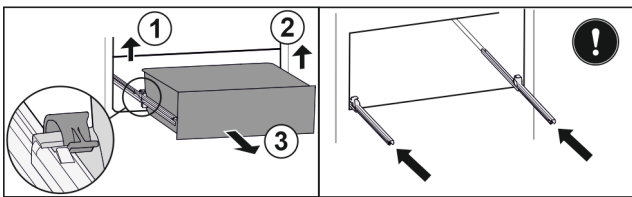

Fig. 129
- ▶ Приподнимите левый зажим и одновременно вытяните движением вперед выдвижной ящик слева. Fig. 129 (1)
- ▶ Приподнимите правый зажим и одновременно вытяните движением вперед выдвижной ящик справа. Fig. 129 (2)
- ▶ Извлеките выдвижной ящик движением вперед. Fig. 129 (3)